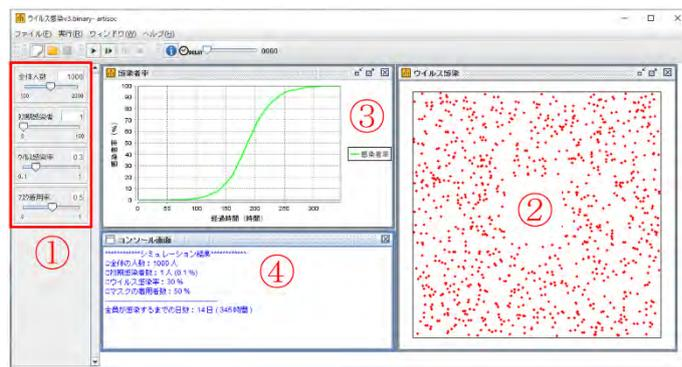
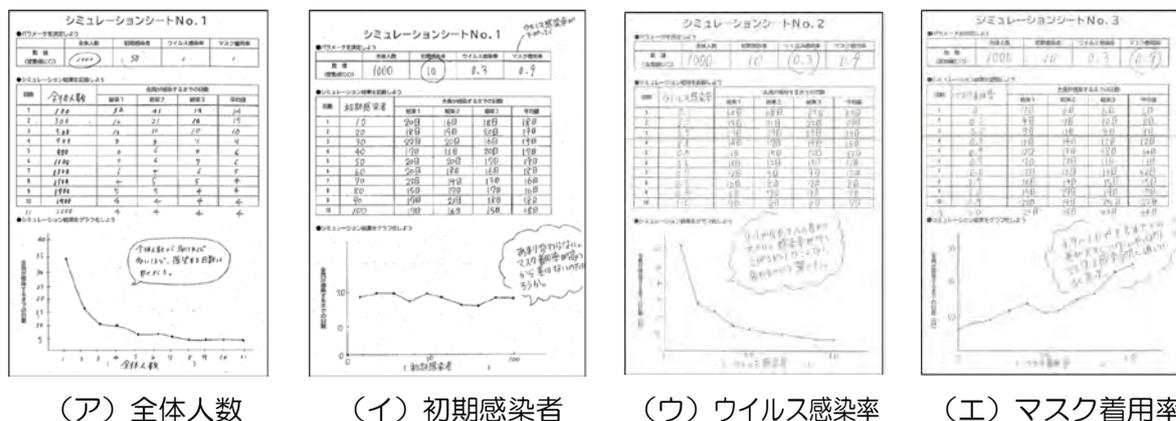

図1 ウイルス感染シミュレーション
図2 各パラメータを変動させたときのワークシートの例
本実践事例は、本校1年生7クラス（280名）を対象に、「社会と情報」において2時間（50分×2回）かけて実施したものである。シミュレーションには、artisocというシミュレーション専用ソフトウェアを使用し、モデルファイル(図1)は筆者が作成したものを使用している。ここで、図1における各操作画面①～④の説明を表1に示す。
生徒らは図1の①「パラメータの設定」において、「(ア) 全体人数」、「(イ) 初期感染者」、「(ウ) ウイルス感染率」、「(エ) マスク着用率」の四つのパラメータのうち、一つの値を変動させながらシミュレーションを繰り返し実行する。さらにシミュレーション結果（全員が感染するまでの日数）をワークシートに記録し、それをグラフ化して考察する。図2は、各パラメータを変動させてシミュレーションを実行したときのワークシートの例である。